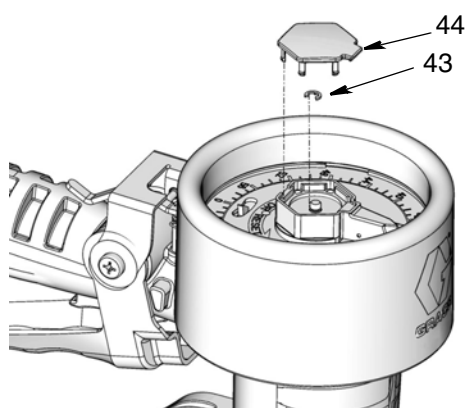

FIG. 26
- Déposer le couvercle (44), le petit anneau de retenue (43), (FIG. 26).